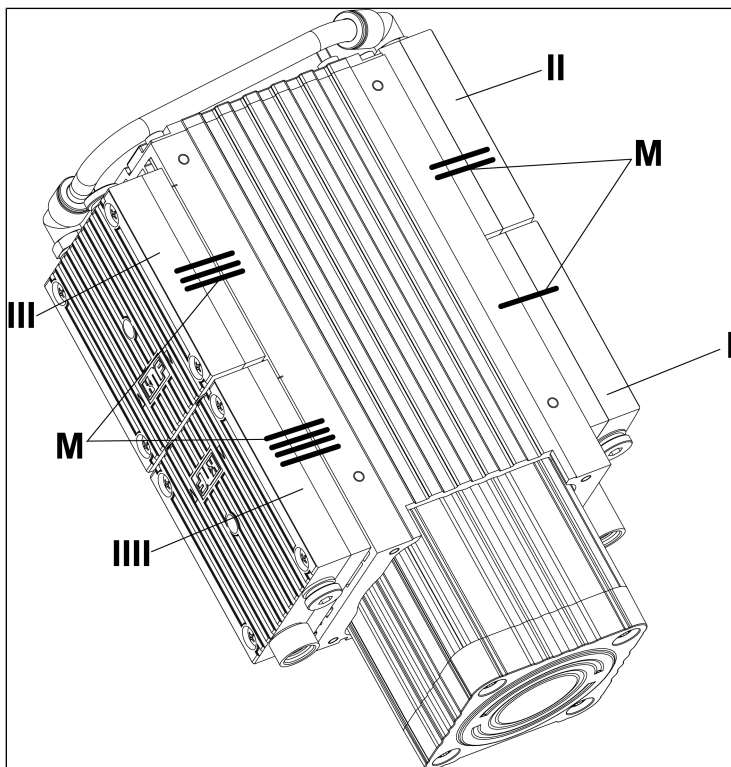
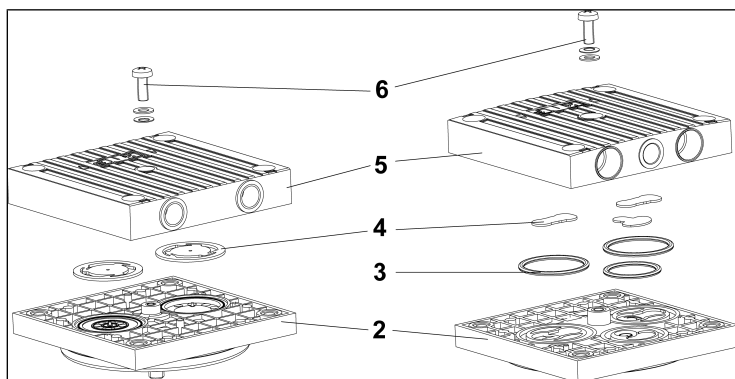

Fig. 6: Contrassegno della pompa
Fig.9: Vista esplosa della testa della pompa
3. Testa della pompa 1 (**I**/Fig. 6):
4. Testa della pompa 2 (**II**/Fig. 6):
5. Testa della pompa 3 (**III**/Fig. 6):
6. Testa della pompa 4 (IIII/Fig. 6):
9. Da entrambe le teste allentare la rispettiva vite con testa (6/ Fig. 9) nel coperchio testa (5/ Fig. 9).
10. Rimuovere il coperchio testa dalla piastra intermedia (2/ Fig. 9).
1. Rimuovere dalle piastre intermedie (2/ Fig. 9) le valvole (4/ Fig. 9).
Rimuovere gli O-ring (3/ Fig. 9).
3. Inserire le nuove valvole (**4**/Fig. 9) nelle piastre intermedie (**2**/Fig. 9).
Introdurre i nuovi O-ring (**3**/Fig. 9) nelle piastre intermedie (**2**/Fig. 9).
5. Applicare il coperchio testa (**5**/Fig. 9) sulle piastre intermedie (**2**/Fig. 9) conformemente ai tratti a pennarello (**M**/Fig. 6).
6. Con cautela, su entrambe le teste avvitare leggermente a mano la vite con testa del coperchio testa (**6**/Fig. 9) (coppia di serraggio: 60 Ncm).
- Eseguire i passaggi 6-8 (smontaggio testa della pompa), nonché i passaggi 1-6 (sostituzione valvole e montaggio piastre intermedie) e i passaggi 1-4 (sostituzione membrane e montaggio testa della pompa) per le teste 3 e 4 (III e IIII/Fig. 6).